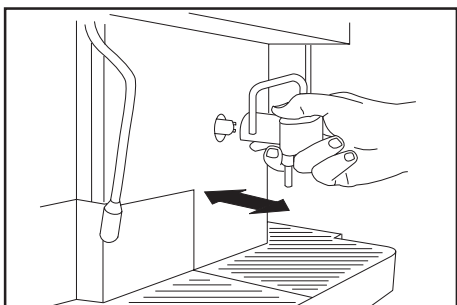

Fig. 12
- **Kaffeeauslauf:** Der Auslauf wird vorsichtig herausgezogen und mit warmem Wasser gespült (Abb.12).